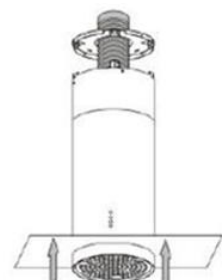

Bild 5
7. Montera expansionsröret, se bild 5. Observera att expansionsröret inte ingår i produkten.